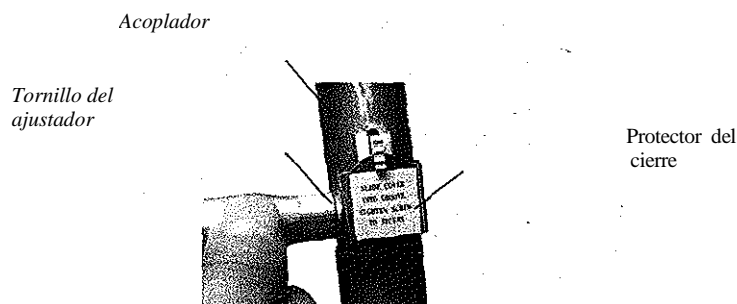

Imagen 13
- 4 – Cuando ambas mitades de los dos tubos estén acoplados, deslice el protector de cierre hacia la ranura del cierre y ajuste el tornillo del ajustador. Ver Imagen 13.